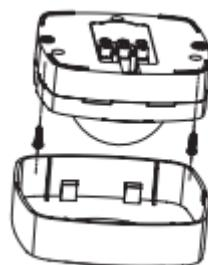

Fig. 2
- Inlaturati capacul senzorului si fixati-l in locul dorit cu ajutorul diblurilor si al holtsuruburilor (fig. 2).